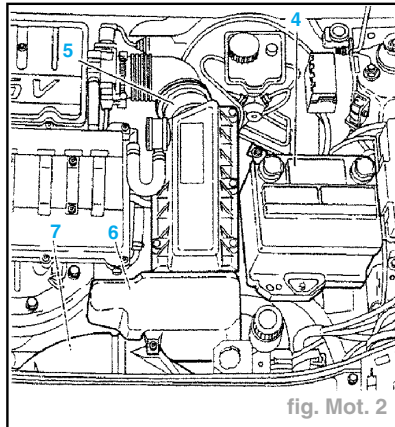

fig. Mot. 2
- Déposer (fig. Mot. 2) :
- la batterie (4) et son support,
- le boîtier de filtre à air (5),
- le col d'entrée d'air (7),